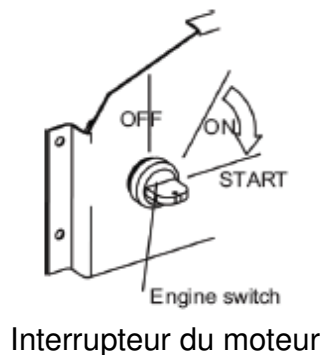

Fig.10
4.4 Tirez de la poignée de démarrage jusqu'à ce que vous remarquiez résistance, et ensuite tirez de la poignée vers la direction que nous vous indiquons dans l'image suivante (fig.10)